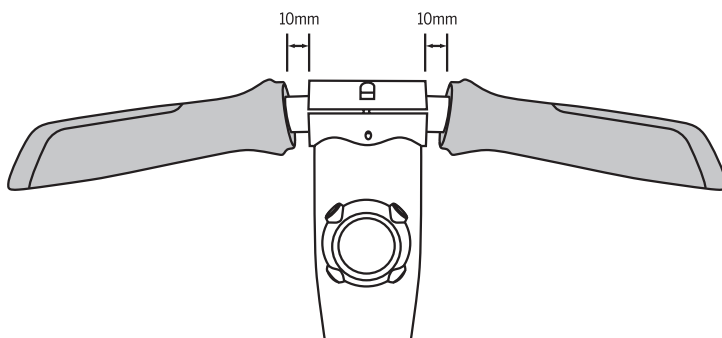

Figura 1. Fare scorrere entrambe le impugnature del manubrio lontano dal morsetto del manubrio
2. Fare scorrere entrambe le impugnature del manubrio lontano dal morsetto del manubrio, di almeno 10 mm circa. Vedere la Figura 1.